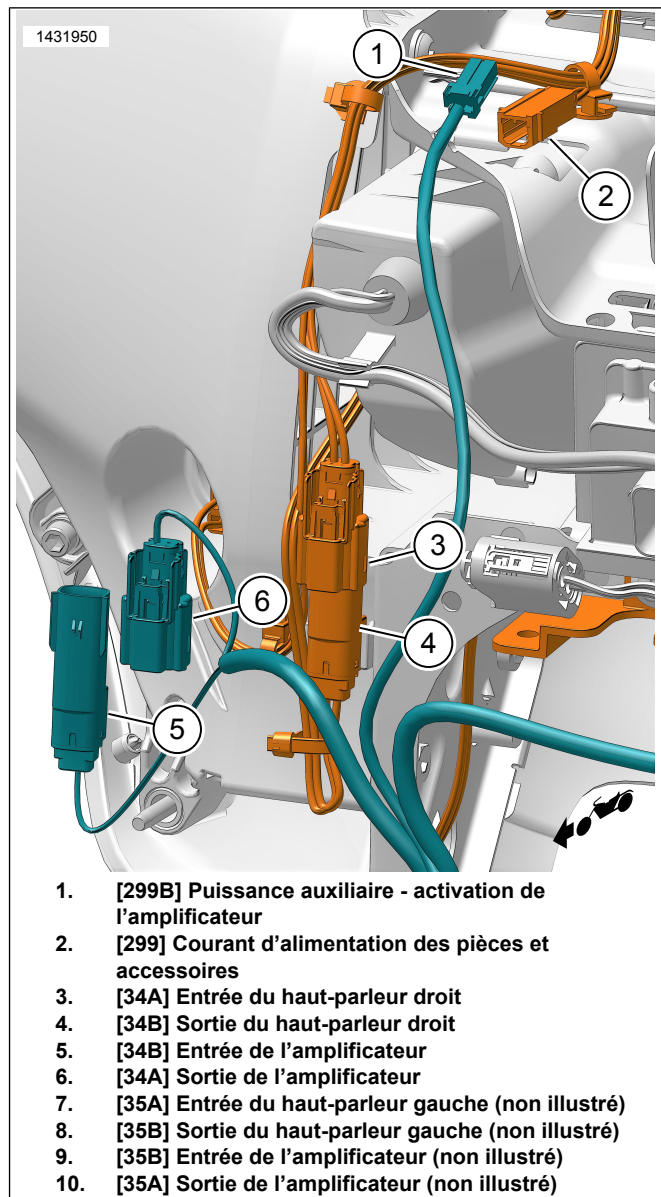

Figure 1. Faisceau de haut-parleur monté sur fourche (côté droit illustré, côté gauche similaire)
Figure 1 affiche le faisceau de haut-parleur de carénage sur un véhicule monté sur fourche. L'installation est similaire dans Figure 2 pour les véhicules dotés d'un carénage monté sur châssis.
- Voir la Figure 1. Installez le faisceau de haut-parleur de carénage.